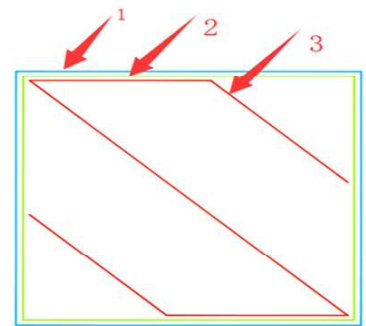

图 7
2.外壳速度（单位mm/s）：即模型外壳（眼睛可以看到的模型侧面，也叫外壁）的打印速度（图 7中1号轨迹的打印速度）。**速度越慢，模型打印效果越好。建议速度为：10-40mm/s。**
3.内壳速度（单位mm/s）：即模型内壳(也叫内壁，是模型的内部构造，打印完成后眼睛不可见)的打印速度（图 7中2号轨迹的打印速度）。**速度越慢，模型打印效果越好。建议速度为：10-45mm/s。**
4.填充速度：即打印模型内部填充的速度（图 7中3号轨迹的打印速度）**10-80mm/s。**